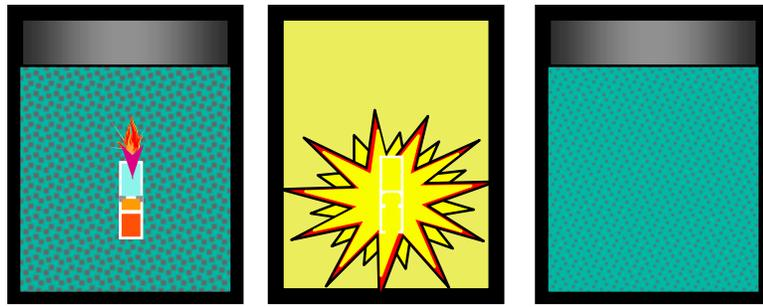
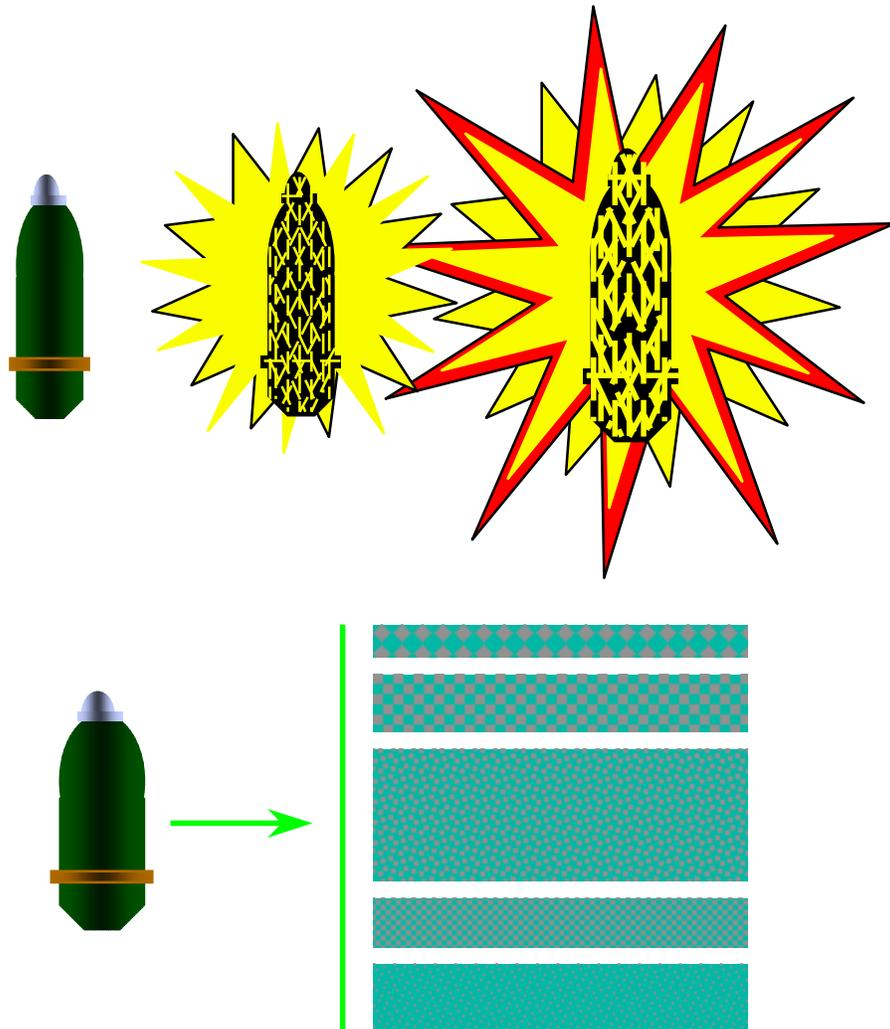

Figura 04 – Teste da bomba de areia
Figura 05 – Teste de fragmentação de granadas
-A **brisância**, ou capacidade de um explosivo fragmentar o recipiente que o encerra, pode ser medida pela explosão de uma pequena quantidade do explosivo sob teste numa bomba de areia (Figura 04), que é um vaso de paredes resistentes cheio de areia grossa padronizada, que é esmagada pela explosão. Mediante peneiração da areia esmagada se determina a granulometria da areia após a explosão e, daí, a força explosiva do explosivo. Também pode ser feito o teste de fragmentação de granadas (Figura 05) no qual uma granada é detonada dentro de uma caixa de areia e depois se classifica os fragmentos da mesma gerados na explosão. A brisância, possivelmente, é uma combinação de potência e velocidade de detonação.